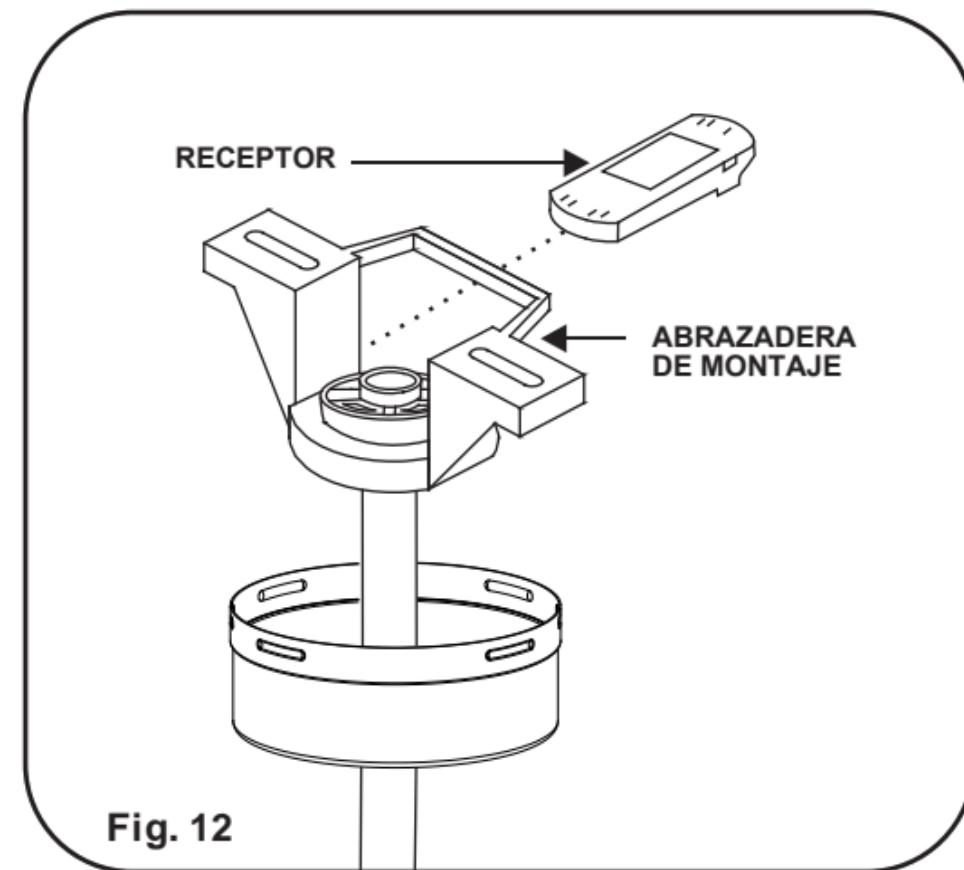

Fig. 12
Paso 1. Instale el receptor en la abrazadera de montaje, el lado plano debe quedar hacia arriba. (Fig. 12)